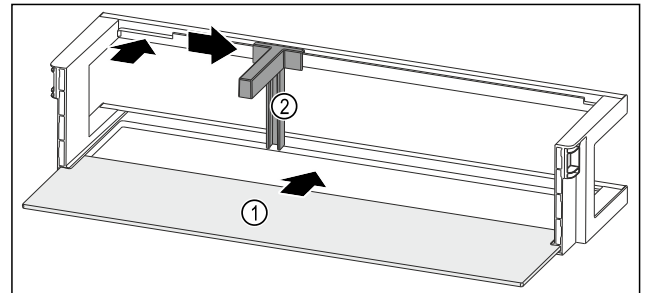

Fig. 243 Oviteline säilytyshyllyn kanssa
- ▶ Työnnä säilytyshylly Fig. 243 (1) sivuilla oleviin koloihin.
- ▶ Aseta pullonpidin Fig. 243 (2) koloon.
- ▶ Työnnä pullonpidin Fig. 243 (2) sivulle haluttuun asentoon.